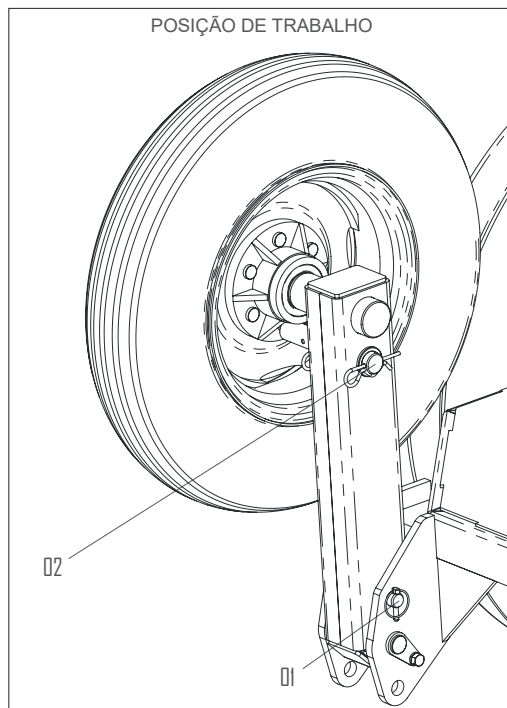

FIGURA 32
2 - Insira o pino (2) entre as nervuras do cubo e trave-o com as travas "R" (3), conforme mostrado na Figura 32.